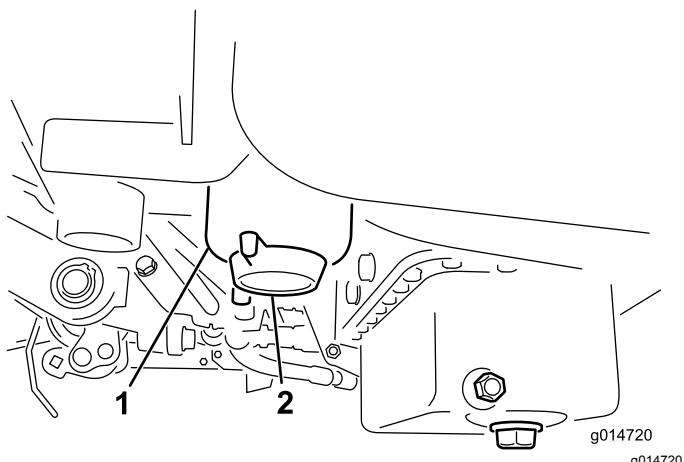

図 30
3. 燃料フィルタについているドレンプラグを 1 回転ほど開き、内部にたまっている異物を流し出す **図 30**。